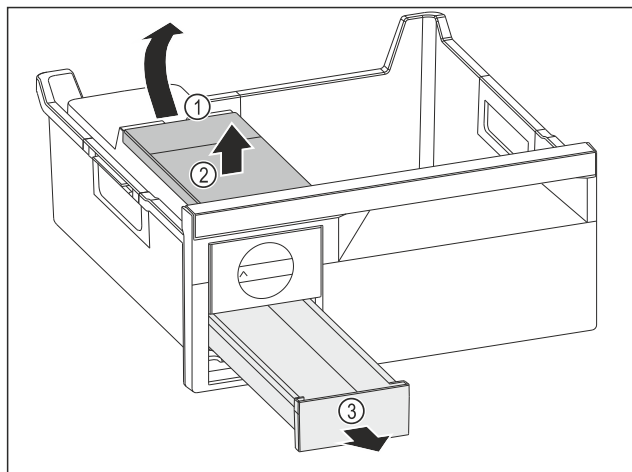

Fig. 144
- Veepaagi väljavõtmine: Tõstke veepaak väljalõikest Fig. 144 (1) üles.
- Võtke veepaak Fig. 144 (2) ülespoole välja.
- Võtke jääkuubikusahtel Fig. 144 (3) ettepoole välja.